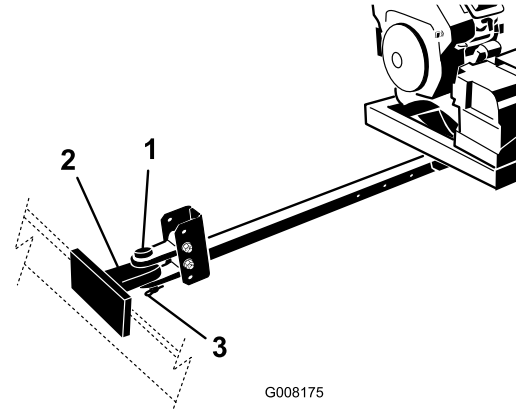

Рисунок 5
4. Подсоедините вилку сцепного устройства воздуходувки к сцепному устройству буксирующей машины с помощью пальца и вилки сцепного устройства (Рисунок 5).